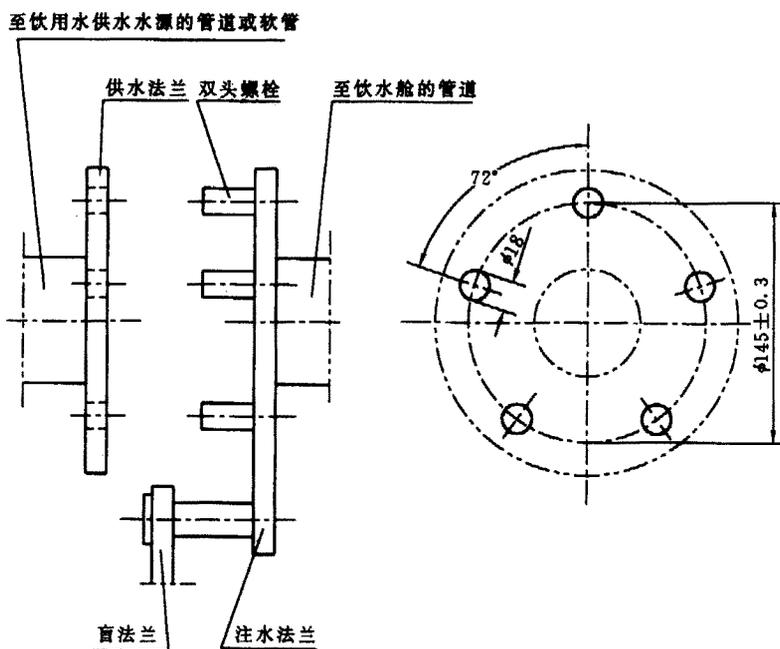

图 3 注入接头连接方式
5.6 注入接头与供水法兰是由专用的五孔法兰来连接的。注入法兰装于船舶管道或饮水舱上便于使用的部位；供水法兰装于饮水供应源引来的管道上，见图 3 及附录 A(提示的附录)。